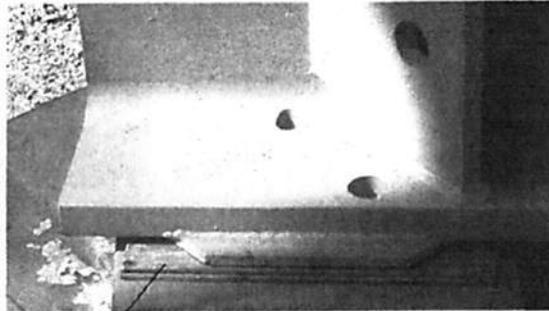

Abb. 2.2.10
Falls erforderlich, Zwischenstücke $350 \times 350 \times 2$ mm / $13.8 \times 13.8 \times 0.1$ in. (1) zwischen Unterwagen und Ballastblöcke **IR" C"** legen (Abb. 2.2.10).